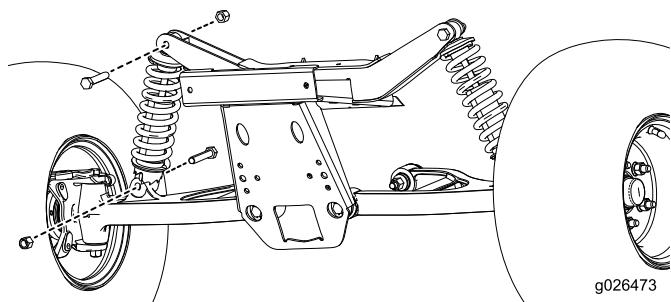

Figura 2
2. Retire los conjuntos de amortiguador actuales, según se muestra en Figura 2.